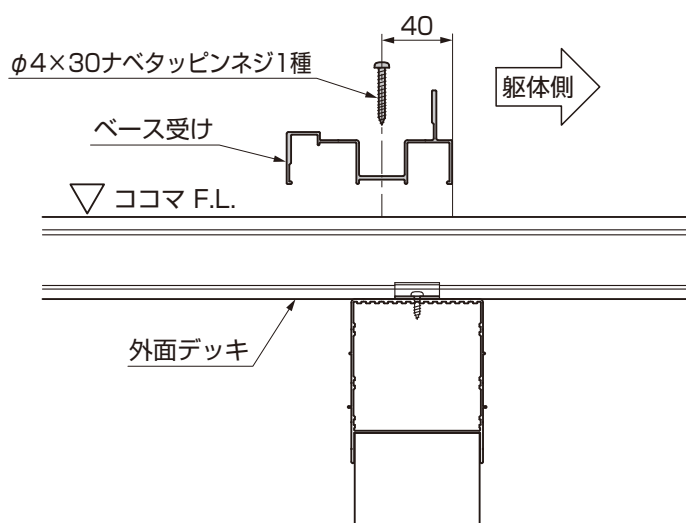

図2-2
- ① ベース受けを外面デッキに、「φ4×30ナベタッピンネジ1種」で取付けてください。(図2-2参照)